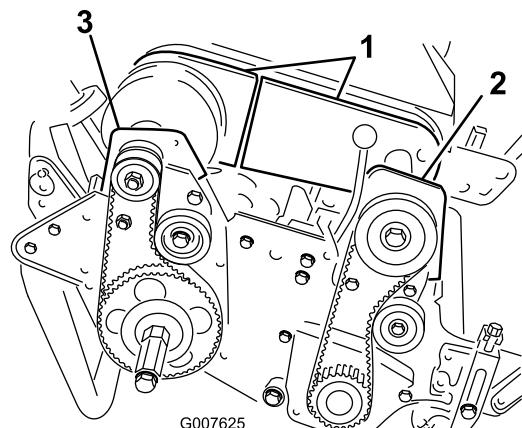

Figura 35
4. Retire os parafusos que prendem as secções frontais e traseiras da cobertura do diferencial à estrutura do diferencial e deslize a cobertura para fora para expor a correia (Figura 35).
6. Retire os 2 parafusos e porcas que prendem a estrutura da embraiagem frontal à placa lateral (Figura 35).
8. Retire os 2 parafusos e porcas que prendem a estrutura da embraiagem direita traseira à placa lateral (Figura 35).